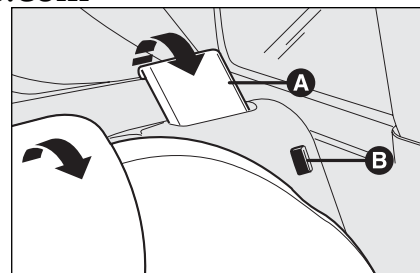

fig. 97
- ☐ levante la palanca **A-fig. 97** de sujeción del respaldo e incline este último hacia adelante. Cuando se levanta la palanca se puede ver una "banda roja" **B**.